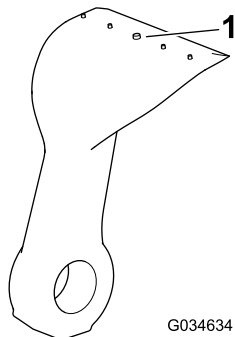

Figura 22
- Controllate ogni lama per escludere usura eccessiva utilizzando la linea di usura (Figura 22). Quando una lama è usurata fino alla linea di usura, sostituitedla.